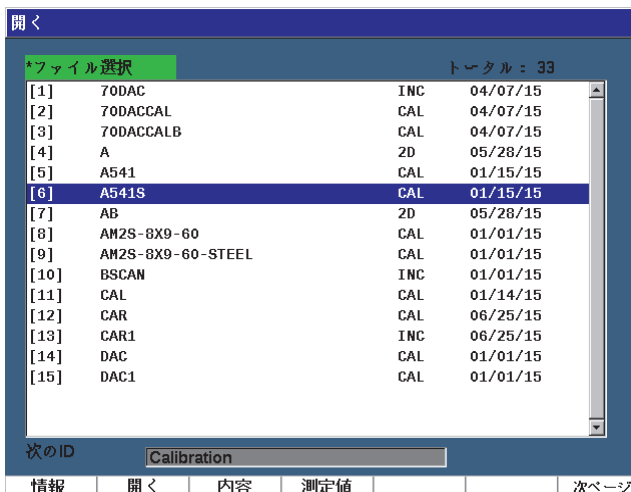

図 10-6 開くページ
1. **ファイル > 開く** を選択します (212 ページの図 10-6 参照)。